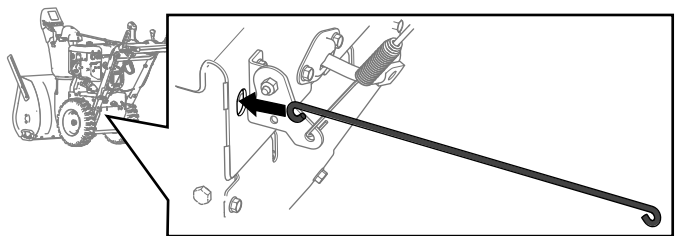

Figuur 10
- Verbind het andere uiteinde van de stang met de nieuwe tractieplaat; gebruik hierbij een bijgeleverde bout en moer (zie Figuur 10).